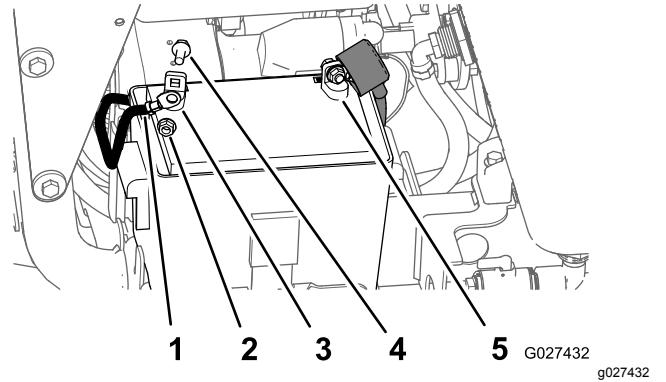

Figure 89
3. Retirez le boulon à embase hexagonale et l'écrou à embase du câble négatif et de la borne négative (-) de la batterie, et débranchez le câble de la batterie (Figure 89).
4. Enlevez le capuchon rouge de la borne positive de la batterie (Figure 89).
5. Retirez le boulon à embase hexagonale et l'écrou à embase du câble positif (rouge) et de la borne positive (+) de la batterie, et débranchez le câble de la batterie (Figure 89).
3. Reliez le câble positif (rouge) à la borne positive (+) de la batterie à l'aide d'un boulon à embase et d'un écrou à embase (Figure 89).
5. Reliez le câble négatif à la borne négative (-) de la batterie avec un boulon à embase et un écrou à embase (Figure 89).